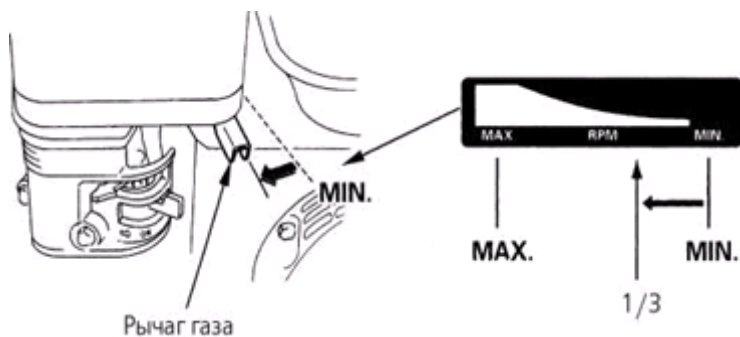

Рис.16
5. Немного передвиньте влево рычаг газа. (см. рис. 16)